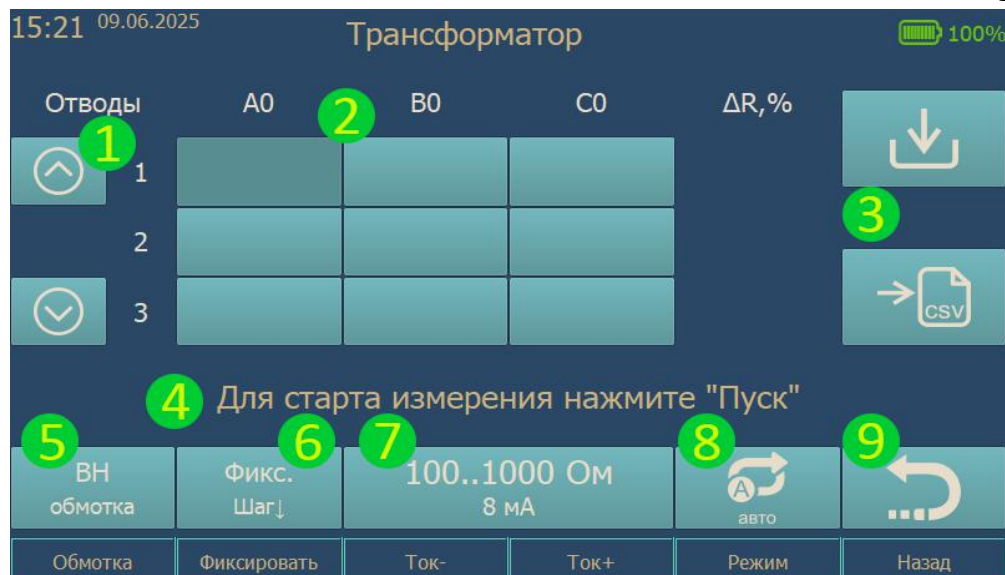

Рис. 14. Режим трансформатор
- 2.6.2. Окно режима проведения испытаний представлено на рис. 14.
Позволяет занести в таблицу (2 рис. 14). результаты произведенных измерений. Результат заносится в выделенную ячейку таблицы. После занесения результата выделение смещается на соседнюю ячейку в направлении, указанном в параметре «Шаг».